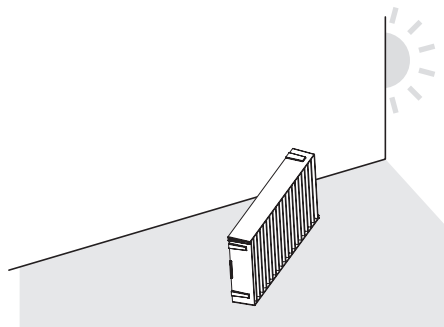

Abb. 2
- Ziehen Sie den Luftfiltereinheit-Rahmen aus den Laschen des Projektorgehäuses heraus, während Sie leicht im Bereich der Rahmenmitte an der Vorderseite (mit dem Objektiv) nach innen drücken, wie durch den Pfeil gezeigt. Ziehen Sie den Rahmen an der den Laschen entgegengesetzten Seite heraus, um die Luftfiltereinheit zu entfernen. (Abb. 2)
2) Trocknen Sie die Luftfiltereinheit. (Abb. 2)